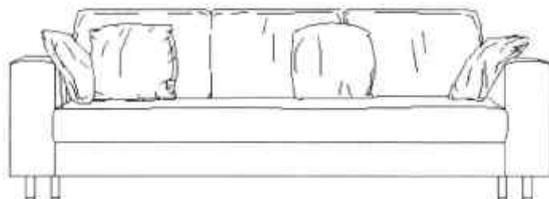

图10-68 切换链接界面
- Step08** 按住 Ctrl 键，并单击该沙发图块，则可切换至相关超链接的界面，结果如图 10-68 所示。